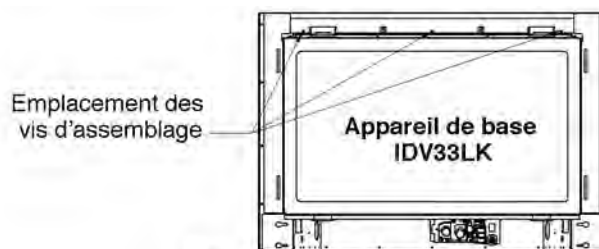

Fig. 1A - Appareil de base
5. Pour I33/I36 CV (pleine vision) seulement : Remplacez le panneau cache supérieur (Fig. 1A) avec les 3 vis, avant d'installer la façade de l'ensemble pleine vision I33CV/I36CV.